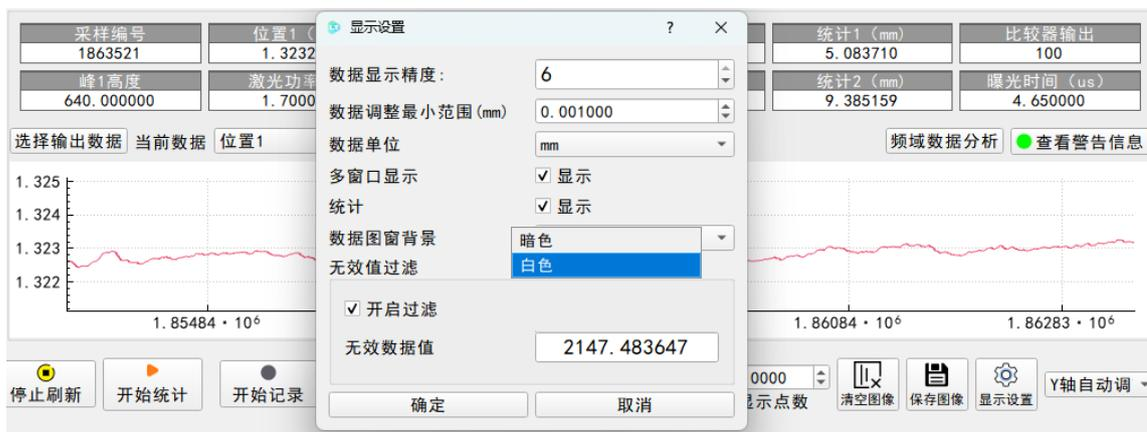

图 5-9 显示设置
- 数据图窗背景，选择白色时，背景变为白色，如图 5-9 所示；默认为暗色。